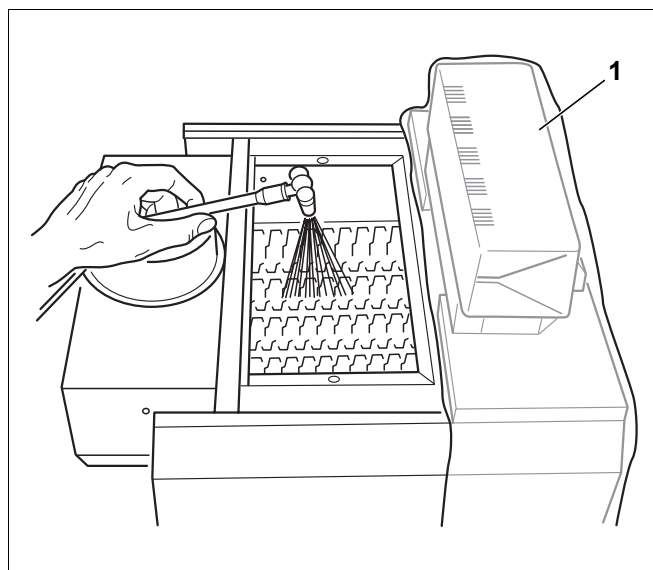

Fig. 40 Curățarea umedă a cazanului
- Acoperiți aparatul de reglare (Fig. 40, **Poz. 1**) cu o folie. Nu trebuie să pătrundă vapori în aparatul de reglare.
- Traseele de gaze se pulverizează de sus în mod egal cu o soluție de curățare (Fig. 40).